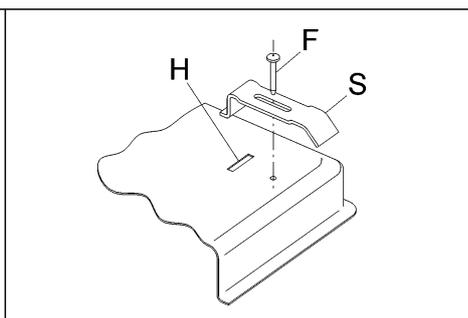

FIG. 6
- Le bloquer avec les pattes appropriées "S"; mettre la patte de fixation dans la fente "H" et visser la vis "F" de façon à pincer le plan de travail (voir fig. 6).